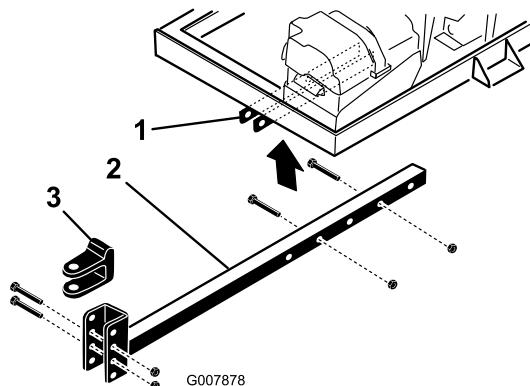

Figura 4
- Introduza o tubo de engate nos suportes da estrutura (Figura 4).
- Prenda o tubo de engate aos suportes do chassis (Figura 4) com 2 parafusos ($\frac{3}{8}$ x 3 pol.) e 2 porcas flangeadas ($\frac{3}{8}$ pol.).